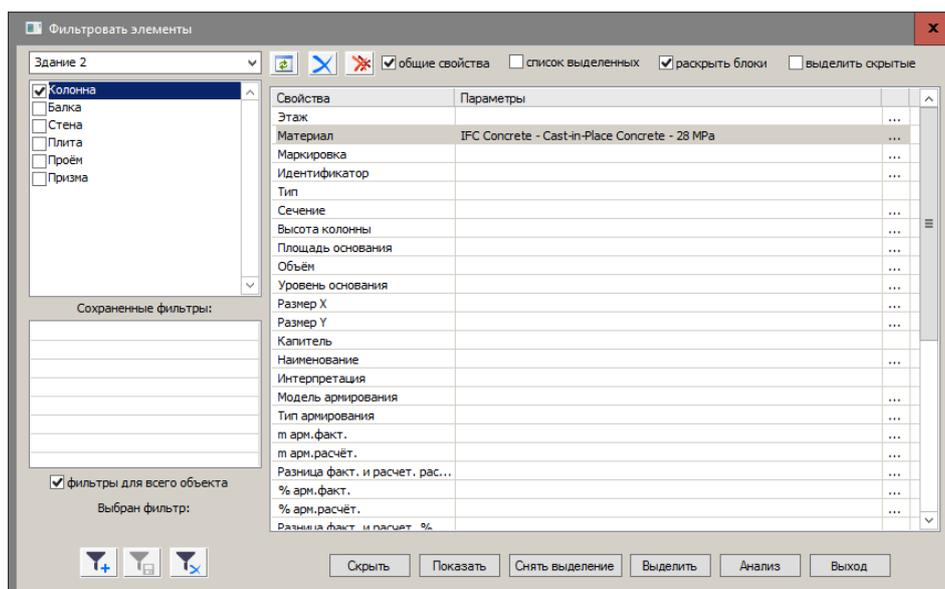

Рис.15.12. Диалоговое окно **Фильтровать элементы**
- Вызовите диалоговое окно **Фильтровать элементы** (рис.15.12) щелчком по кнопке  - **Фильтр** на панели инструментов **Визуализация**.